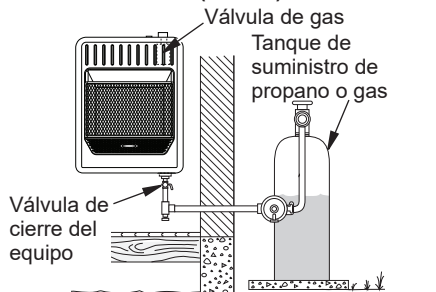

Figura 18 - Propano suministro de gas
3. Revise todas las uniones desde el medidor de gas, tanto para suministro de gas natural o propano, hasta la válvula de cierre del equipo (consulte la figura 18 o 19). Aplique en todas las uniones algún líquido de detección de fugas que no sea corrosivo. La formación de burbujas indicará una fuga.
4. Revise todas las uniones entre la válvula de cierre del equipo y válvula de control (consulte la figura 18 o 19, página 49).